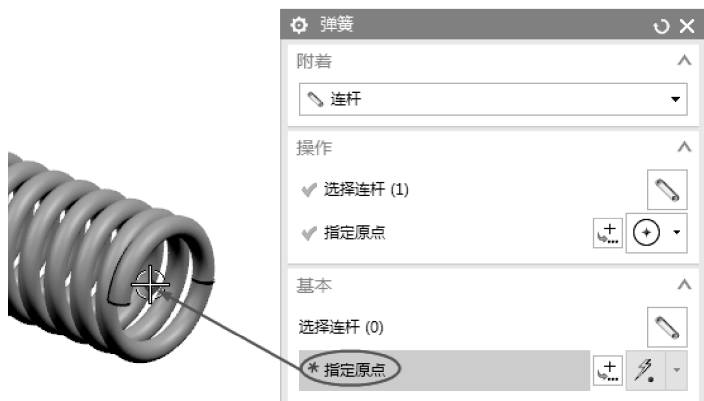

图 8-60 指定弹簧的终点
- 17 然后按信息提示在弹簧底端中心位置上选取现有的参考点为弹簧的终点，此点也是接地点，如图 8-60 所示。